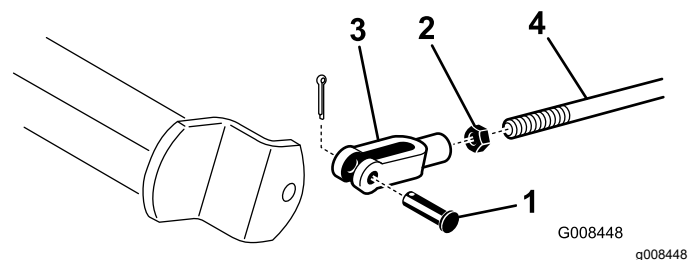

Figura 46
- A. Desengate as barras dos travões, retirando o respetivo contrapino e passador de forquilha (Figura 46).
- B. Liberte a porca de segurança e efetue o ajuste do passador de forquilha (Figura 46).
- C. Monte o passador de forquilha no eixo do travão (Figura 46).